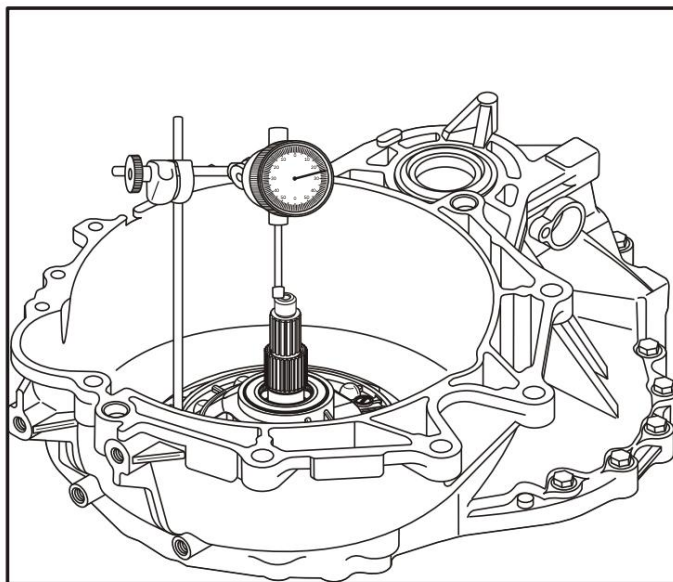

Figura 24
11. Como auxílio ao diagnóstico, instale o relógio comparador, conforme mostrado na Figura 24, meça e registre o folga axial do eixo de entrada.